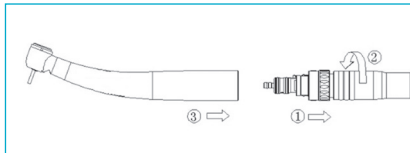

Fig. 6-11
- Avvitare gli attacchi LED sul tubo flessibile della turbina (Fig. 6-11①).
- Serrare a fondo il cappuccio a vite del tubo flessibile della turbina (Fig. 6-11②).
- Montare con precisione il dispositivo medico sull'attacco LED finché non si sente il suono del bloccaggio nel dispositivo medico (Fig. 6-11③).